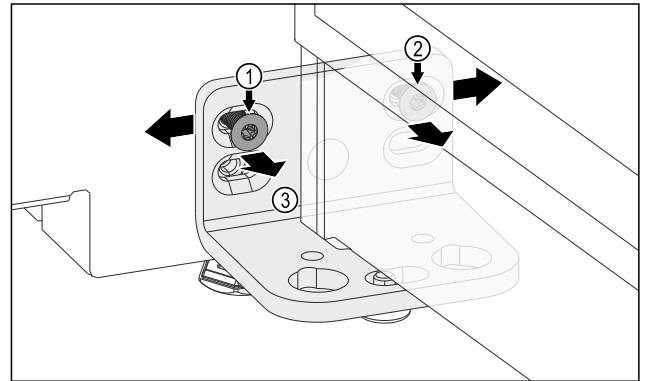

Fig. 11
- ▶ Schraube Fig. 11 (1) und Schraube Fig. 11 (2) lösen. Für Schraube Fig. 11 (2) brauchen Sie einen kurzen Winkelschraubendreher.
- ▶ Tür mit Scharnierwinkel Fig. 11 (3) nach links verschieben.
- ▶ Tür mit Scharnierwinkel Fig. 11 (3) nach rechts verschieben.
- ▶ Endposition der Tür ist erreicht: Schraube Fig. 11 (1) und Schraube Fig. 11 (2) festschrauben.